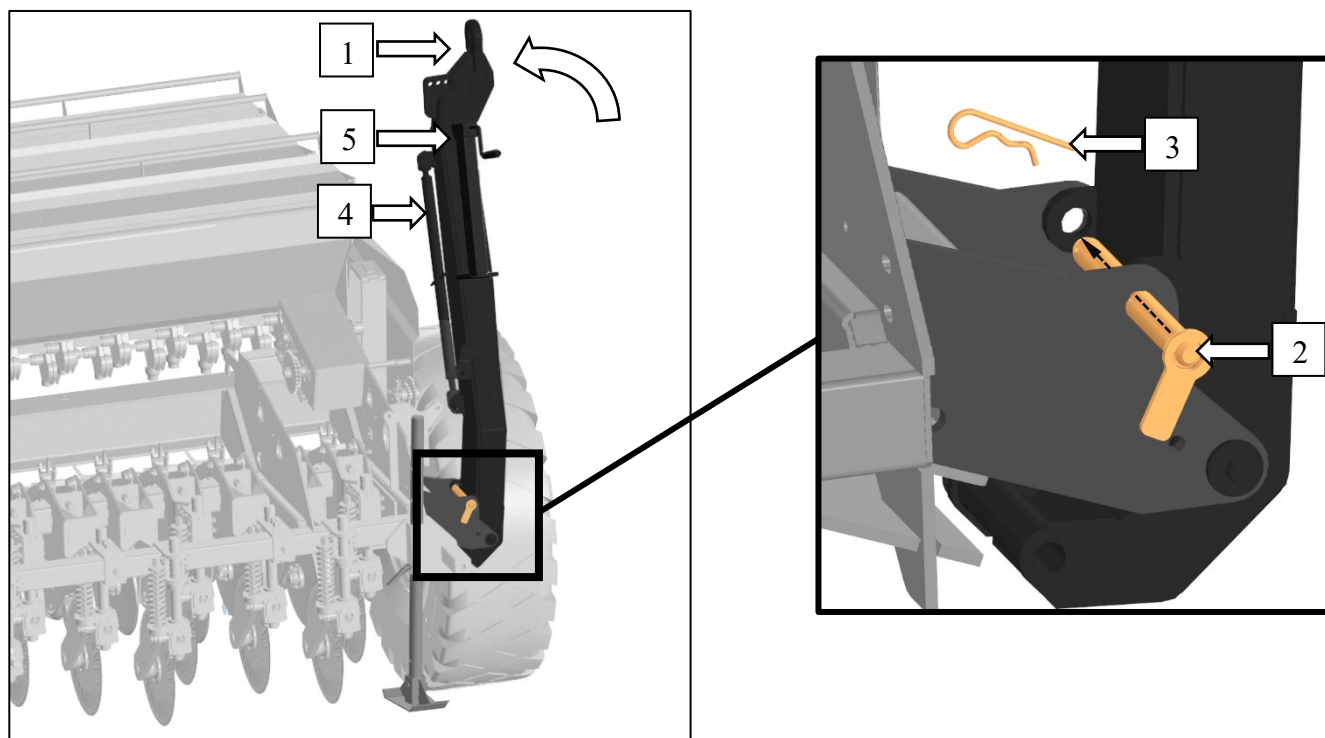

Рисунок 23 – Транспортное положение фаркопа боковой транспортировки
6. Отсоединить от рамы сеялки тягу (4) бокового фаркопа, и закрепить её в транспортном положении. Подножку (5) бокового фаркопа перевести в горизонтальное положение. Отсоединить боковой фаркоп (1) от трактора и перевести его в транспортное положение. Закрепить фаркоп (1) в транспортном положении, используя фиксатор (2) и шплинт (3), рис. 23.